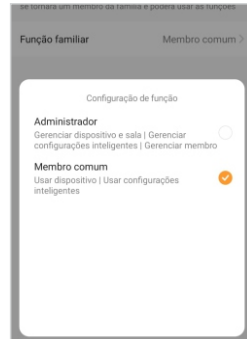

Figura 16
8. Após selecionar a permissão, clique em "**Salvar**" no canto superior direito da tela (figura 16).